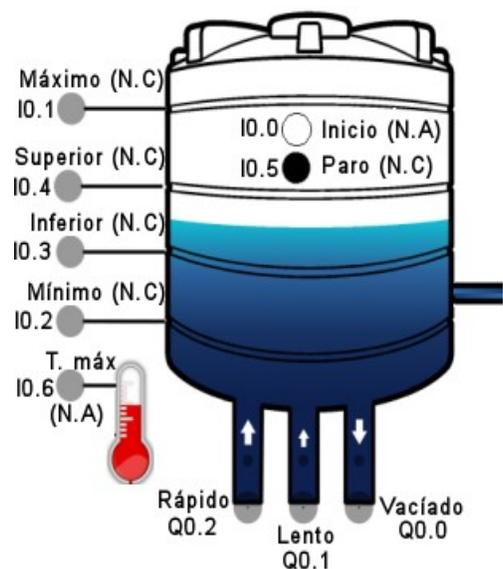

Figura 18. Tanque de agua caliente.
- Presente un documento con el GRAFCET que creó para el ejercicio de la Figura 18 y muestre el funcionamiento del programa al docente de laboratorio.